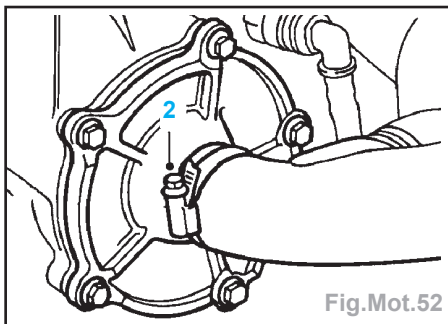

Fig.Mot.52
- Dégager le collier (2) et débrancher la durit de liquide de refroidissement du boîtier de pompe (Fig.Mot.52).